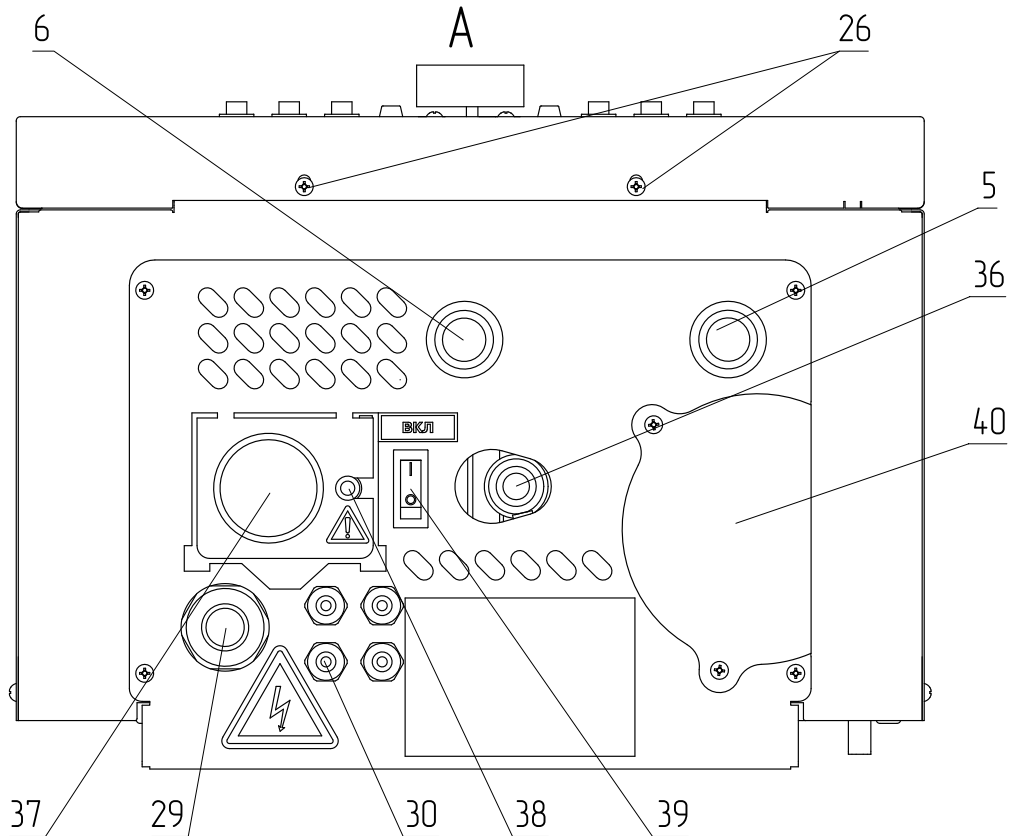

Рис.1С Конструкция котла и способ крепления к стене
5.1. Котел (Рис.1А) состоит из корпуса котла (поз.4) сварной конструкции с фланцами, патрубком входа теплоносителя (поз.5) и патрубком выхода теплоносителя (поз.6), имеющих резьбу G3/4-В.
6.3.2.2. Патрубок подачи котла обозначен красной стрелкой (см. Рис.1В, поз.5), патрубок обратки обозначен синей стрелкой (см. Рис.1В, поз.6).
6.3.2.3. Подключите патрубок сброса теплоносителя с предохранительного клапана (см. Рис.1В, поз.36) к выводу канализации.
6.3.3.1. Для подключения к сети электропитания снимите кожух котла (поз.1, см. Рис.1А) и воспользовавшись одной из представленных схем на рисунке 5, подключите котел.
6.3.3.2. Заведите силовой кабель в котел через сальник (см. Рис.1, поз.29) и подключите его к клеммам силового подключения (см. Рис.1, поз.14).
6.3.3.3. Подключение котла к трехфазной сети переменного тока 380 В, 50 Гц. Для подключения присоедините рабочий нулевой провод на клемму нейтраль (N) котла, а фазные провода на клеммы А, В, С (Рис.5 «Подключение 380 В»). Защитный нулевой провод (РЕ) подключить на болт «ЗАЗЕМЛЕНИЕ» (поз.23 Рис.1В).
6.3.3.4. Подключение котла к однофазной сети переменного тока 220 В, 50 Гц. Для подключения присоедините рабочий нулевой провод на клемму нейтраль (N) котла, а фазный на одну из клемм А, В или С (Рис.5 «Подключение 220 В»). Защитный нулевой провод (РЕ) должен подключаться к клемме «ЗАЗЕМЛЕНИЕ» (поз. 23 Рис.1В). Для соединения клемм А, В, С в комплекте имеется специальная перемычка (только для TAEN HEAT от 6 до 9 кВт).